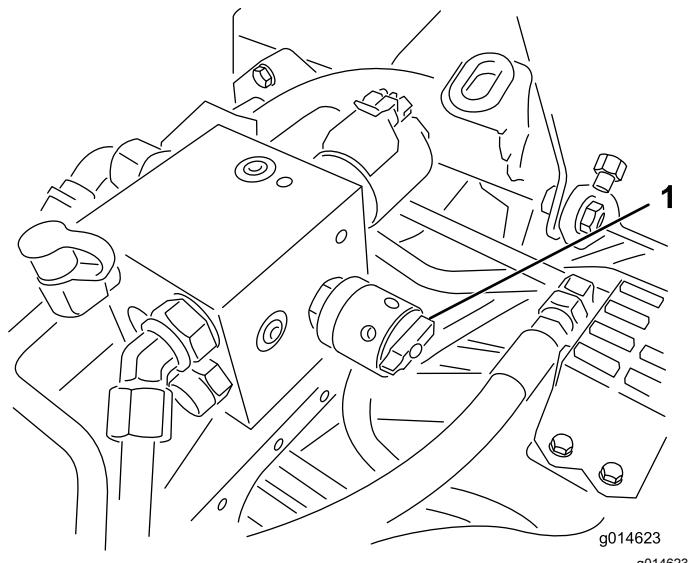

Figura 52
- Rode o controlo da velocidade dos cilindros para a posição 1 (Figura 52).